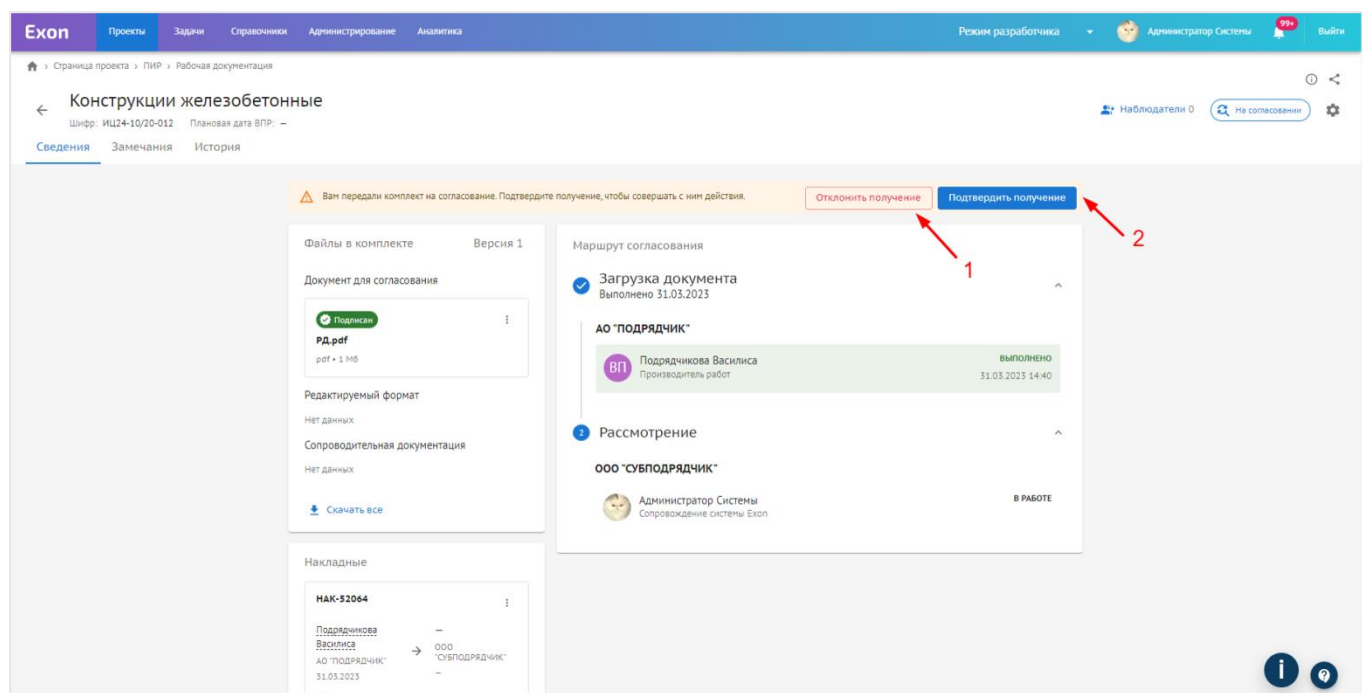

Рис. 24 - Карточка документа
Карточка документа состоит из 3-х вкладок: **Сведения, Замечания, История**. Во вкладке Сведения отображается основная информация и совершаются действия с документом. Каждый раз, при передаче документа, автоматически формируется накладная, которую можно отклонить (1) или принять, с возможностью подписания электронной подписью (2) (рис. 24).